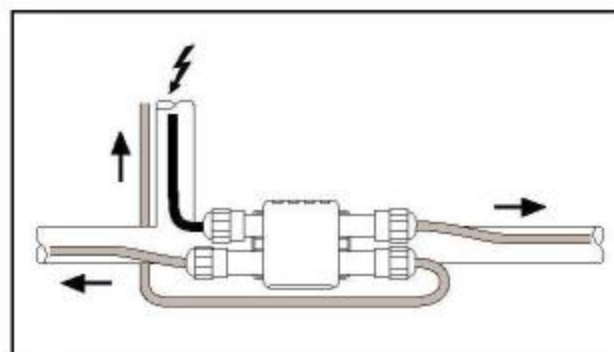

Figure 3 - Rayclik-PT-02 : Alimentation pour 3 rubans
- Rayclik-PT-02 : Alimentation pour 3 rubans (*figure 3*),